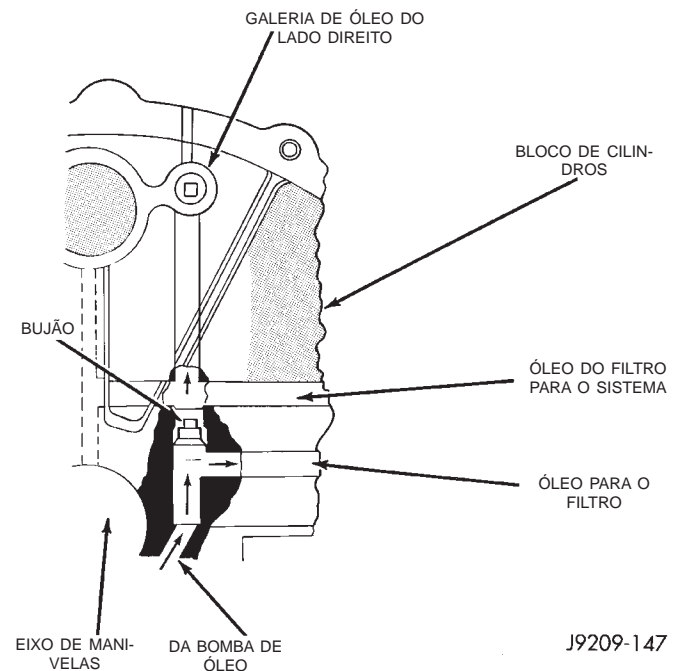

Fig. 80 Bujão da Linha de Óleo
O bujão da linha de óleo está localizado na passagem vertical na traseira do bloco entre as passagens do óleo para o filtro e do óleo do filtro (Fig. 80). A instalação imprópria ou bujão ausente poderia causar pressão de óleo incorreta, baixa ou nenhuma presença de pressão.
(1) Remova a unidade de envio de pressão do óleo da parte de trás do bloco.
(2) Insira um fio de acabamento de 3,175 mm (1/8 pol.), ou equivalente, na passagem.
(3) O bujão deve estar 190,0 a 195,2 mm (7-1/2 a 7-11/16 pol.) da superfície usinada do bloco. (Fig. 80). Se o bujão for muito alto, use um pino de ajuste plano apropriado para posicionar adequadamente.